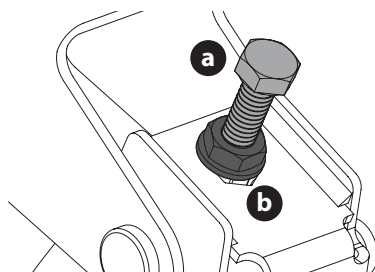

Figura 39
3. Ubique los pernos de ajuste (a) del lado izquierdo y derecho de la plataforma (Figura 39).
4. Afloje pero no extraiga las contratuercas (b) en el perno de ajuste. Ajuste el perno de ajuste derecho o izquierdo arriba o abajo según sea necesario hasta que la altura de un lado a otro sea equivalente (Figura 39).
5. Cuando se logra el ajuste correcto, vuelva a apretar la contratuerca (b). Ajuste hasta 200 pulgadas-libras (23 N-m) (Figura 39).